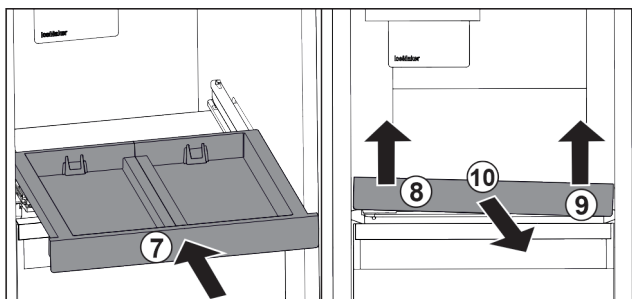

Fig. 101
- ▶ Zasuňte vysouvací přihrádku. Fig. 101 (7)
- ▶ Vysouvací přihrádku vpředu vlevo nadzvedněte. Fig. 101 (8)
- ▶ Vysouvací přihrádku vpředu vpravo nadzvedněte. Fig. 101 (9)
- ▶ Odeberte vysouvací přihrádku směrem dopředu. Fig. 101 (10)